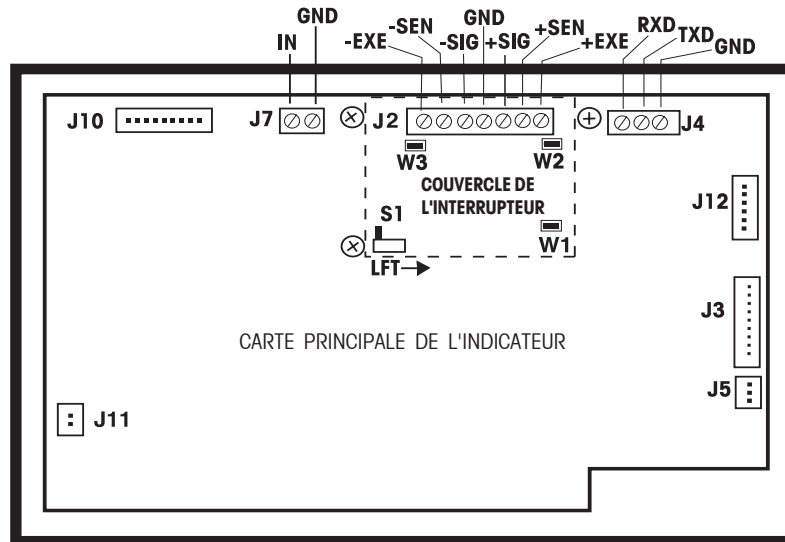

Figure A-2. Connexions de la carte à circuit imprimé.
La Figure A-2 illustre les emplacements des connexions de la carte de circuit imprimé.
Enlevez les 3 vis bloquant le couvercle de l'interrupteur sur le bornier J2. Reportez-vous au code du câblage du fabricant de la cellule de pesage et connectez les fils au bornier J2 selon le nom approprié du signal. Voir la Figure A-2. Resserrez bien toutes les vis du bornier.
- Faites correspondre les signaux des fils au connecteur J4 sur la carte principale de l'ordinateur et connectez ensuite le câble en conséquence. Voir Figure A-2.
- Connectez le câble au connecteur J7 sur la carte principale de l'ordinateur. Voir Figure A-2.